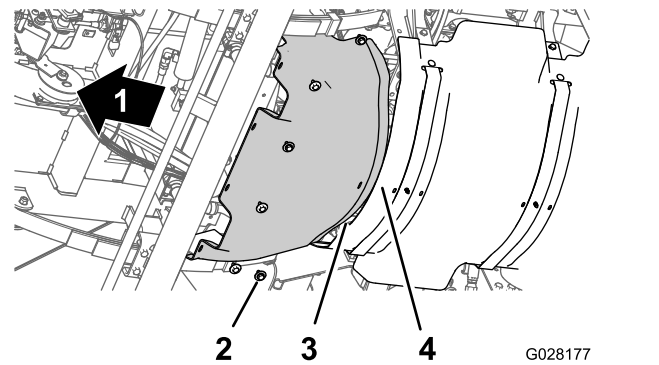

Figura 63
1. Allineate la flangia posteriore dello schermo termico anteriore sopra alla flangia anteriore dello schermo termico posteriore (Figura 63).
2. Allineate i fori sullo schermo termico anteriore con i fori filettati nello chassis (Figura 63).
3. Montate lo schermo termico anteriore alla macchina con i 6 bulloni a testa esagonale e le 6 rondelle (Figura 63) rimossi al passaggio 3 della sezione Rimozione dello schermo termico anteriore \(pagina 55\).